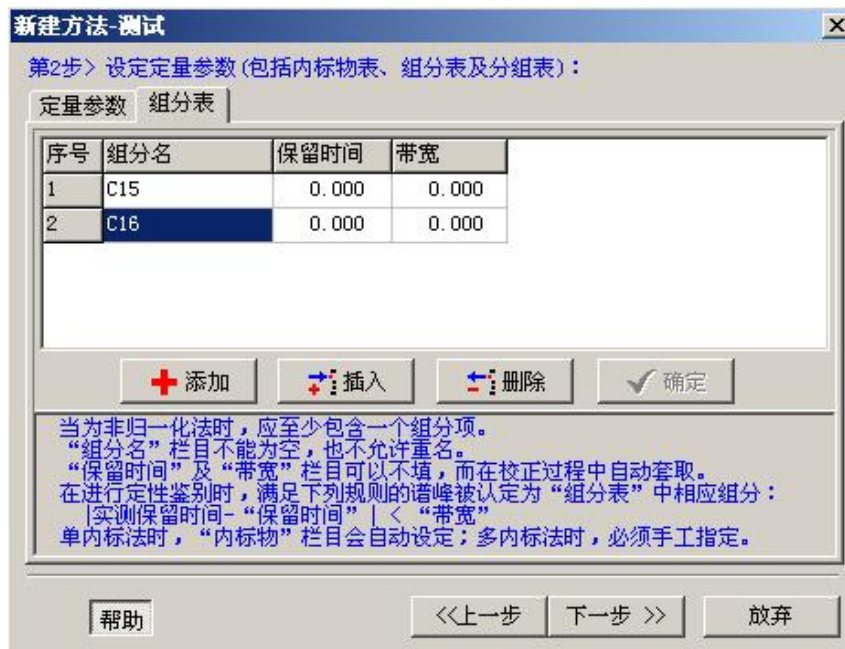

图 3-21
- (1) 定量基准的选择：定量基准可以根据需要选择面积或高度。
- (2) 定量方法的选择：按需选择归一法、校正归一法、内标法、外标法和指数法。
- (3) 如果选择的是归一法，请点击下一步按钮，继续方法的设置。
- (4) 如果选择的是非归一法，请在组分表中输入样品的组分名并点击确定按钮，如图 3-21 所示。